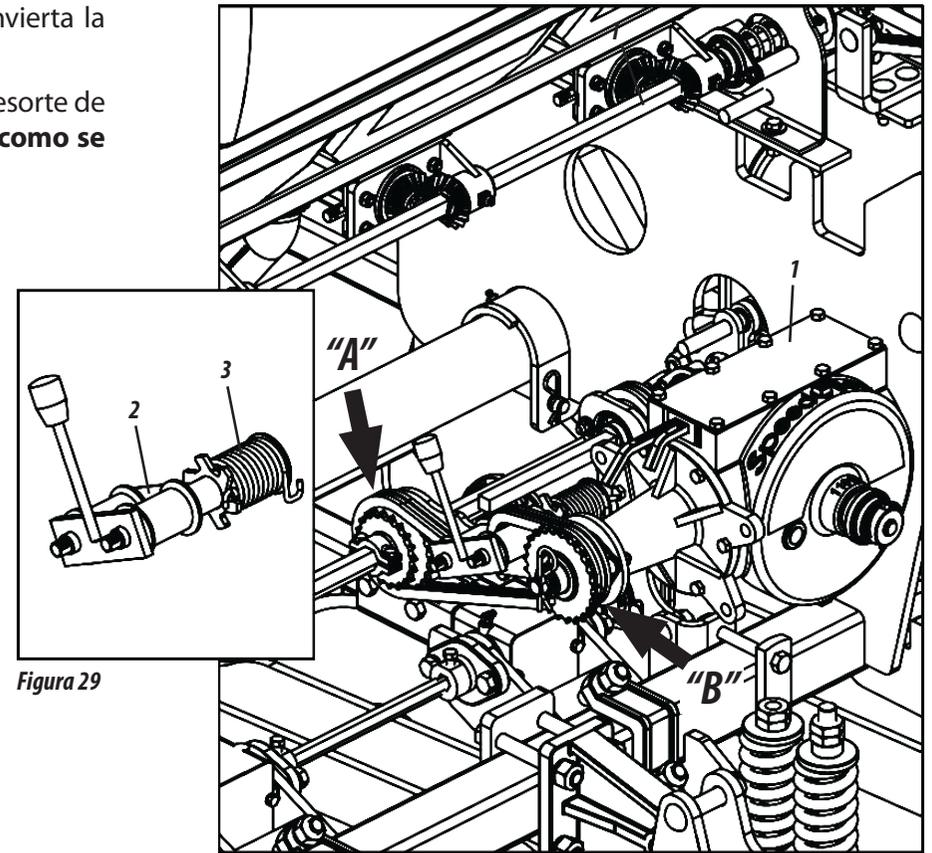

Figura 29
**AJUSTE PARA DISTRIBUCIÓN DE SEMILLAS ( FIGURA 29 )**
- 1- El ajuste de semillas se realiza a través del Speed Box (1). Para obtener más ajustes, invierta la corriente en los engranajes del motor "A" y movió "B", como se muestra en la Figura 29.